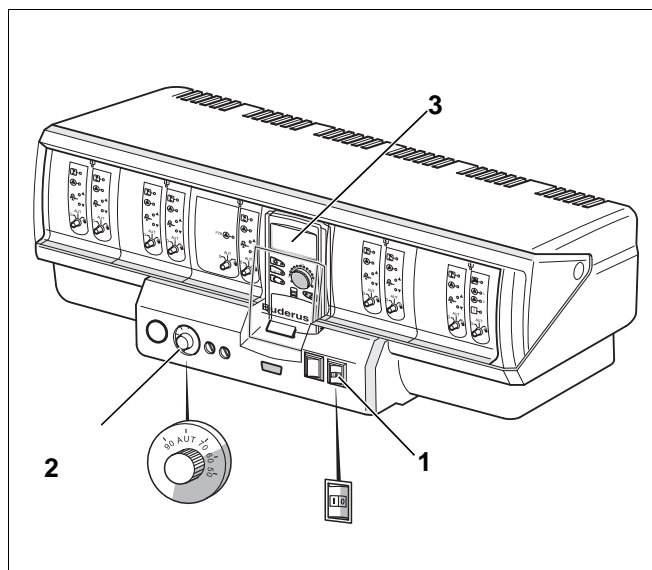

Рис. 1 Система управления Logamatic 4000
- Переведите пусковой выключатель (рис. 1, поз. 1) в положение "1" (ВКЛ).
- Установите нужную температуру на регуляторе температуры (рис. 1, поз. 2).
- Переведите пусковой выключатель (рис. 1, поз. 1) из положения "1" (ВКЛ) в положение "0" (ВЫКЛ).
Неисправность горелки показывается сигнальной лампочкой на горелке, на системе управления и на дисплее (рис. 1, поз. 3).